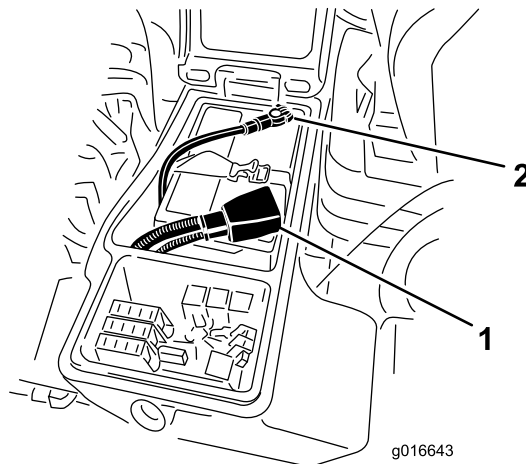

Figura 84
6. Instale o cabo positivo (vermelho) no terminal positivo (+) e o cabo negativo (negro) no terminal negativo (-) da bateria (Figura 84).